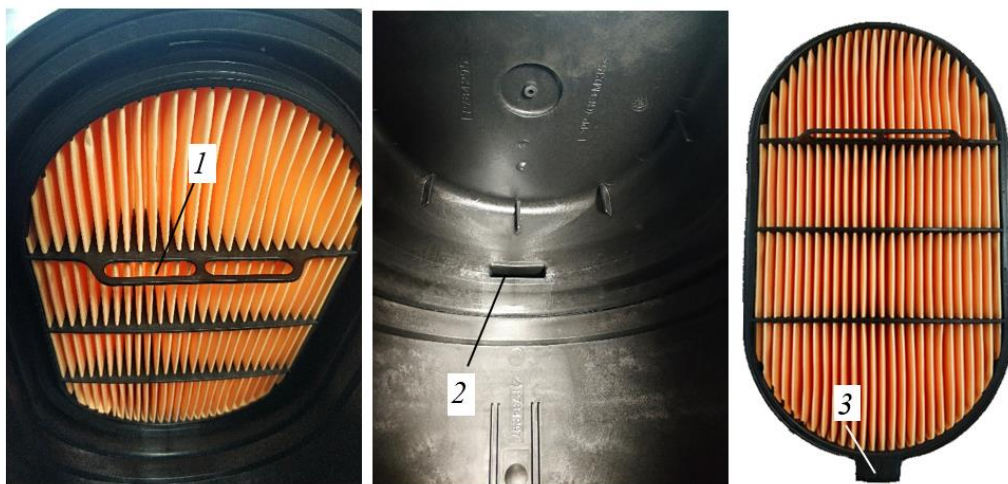

Рисунок 3.59. Процедура монтажа/демонтажа дополнительного воздушного фильтра
- Потянув за специально предусмотренные проушины 1, рис. 3.59, извлечь из корпуса дополнительный фильтр.
Ориентация дополнительного фильтра в корпусе осуществляется за счет выступа на фильтре 3, рис. 3.59, расположенного в нижней его части, и паза 2, рис. 3.59 в корпусе